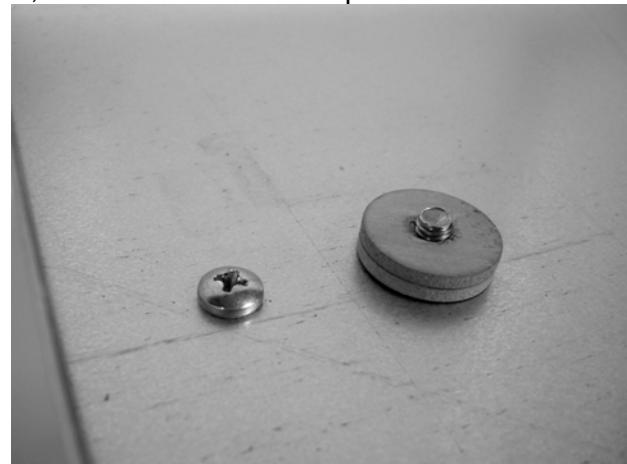

Bild 4
4. Montieren Sie die beigelegten M6x20-Schrauben von unten und legen Sie auf jede Schraube eine Fiberunterlegscheibe (siehe Bild 4).